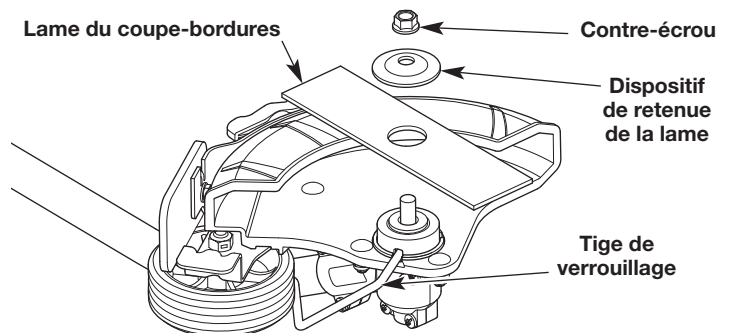

Fig. 10
4. Retirez la tige de verrouillage. Retirez le contre-écrou, le dispositif de retenue de la lame, ainsi que la lame du coupe-bordures (Fig. 10). Conservez le contre-écrou et le dispositif de retenue de la lame pour pouvoir installer la lame neuve du coupe-bordures.
5. Installez la lame neuve du coupe-bordures, le dispositif de retenue de la lame et le contre-écrou (Fig. 10).